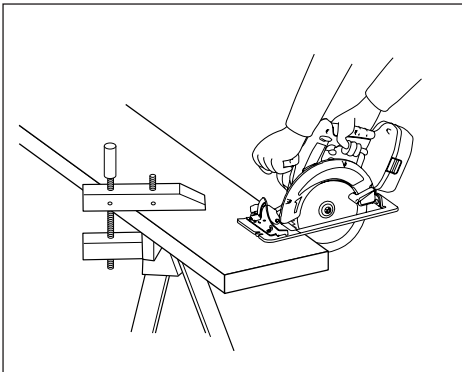
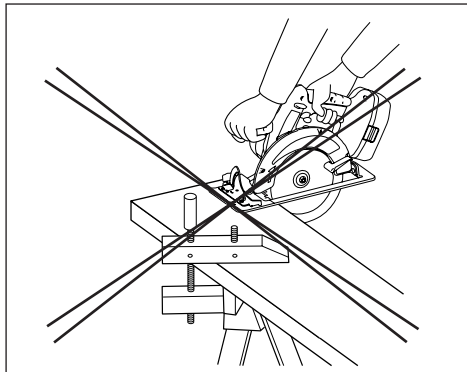

Fig. 12
Fig. 13
1. Placez la partie la plus large du sabot sur la partie de la pièce ouvragée qui est solidement soutenue (Voir la fig. 12), et jamais sur la section qui s'affaissera à la fin du sciage (Voir la fig. 13).